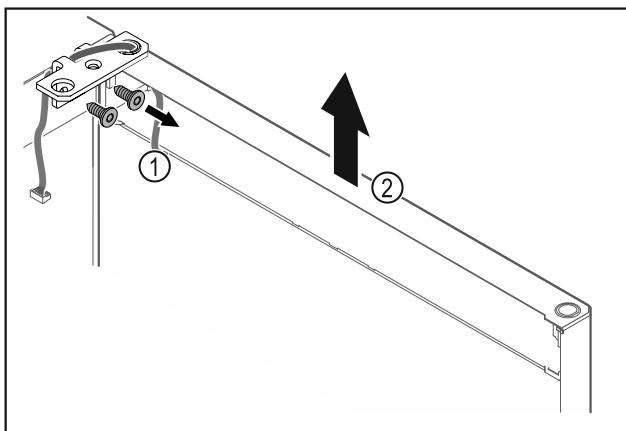

Fig. 23
- ▶ 拧下合页角铁 Fig. 23 (1)。
- ▶ 将冰箱门连同合页角铁一起笔直向上提升 Fig. 23 (2)大约 200 mm 并取下。